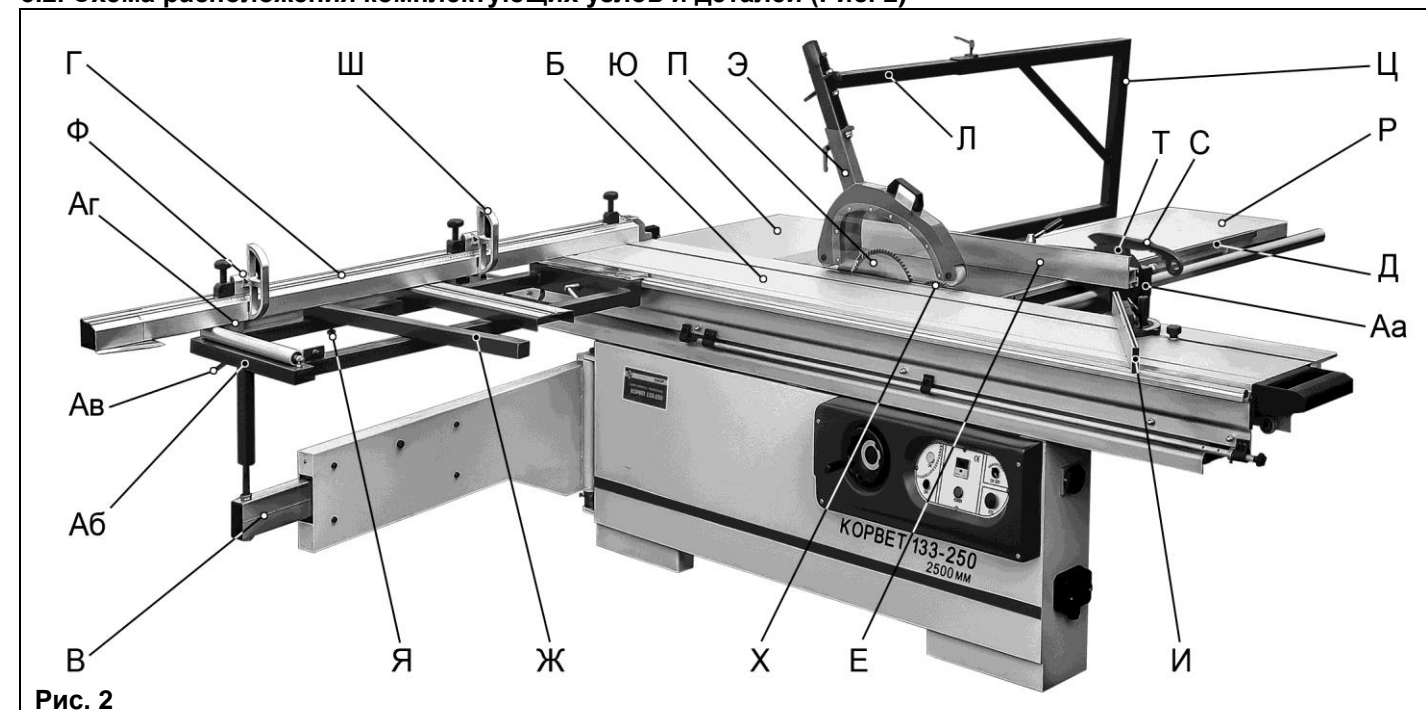

Рис. 2
3.2. Схема расположения комплектующих узлов и деталей (Рис. 2)